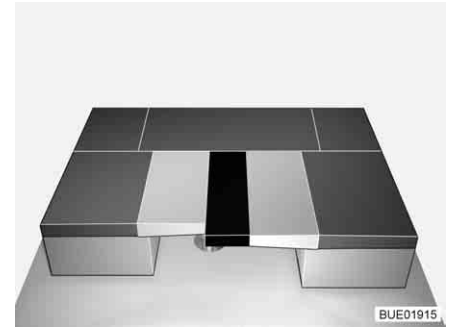

Bild 102 Nach dem Umbau
- Das Zusatzpolster zwischen die Rückenpolster drücken (siehe Bild 102).